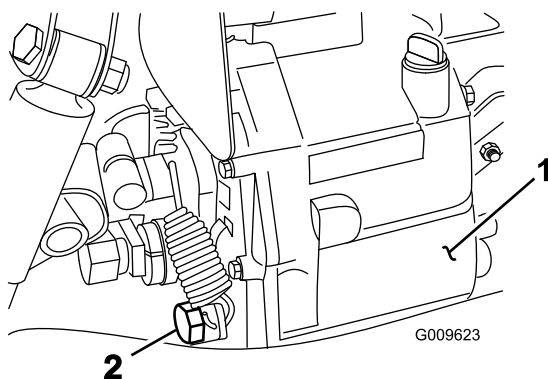

Figura 69
4. Scoateți bușonul de golire din partea laterală a rezervorului și lăsați uleiul hidraulic să curgă într-o tavă de golire (Figura 69).